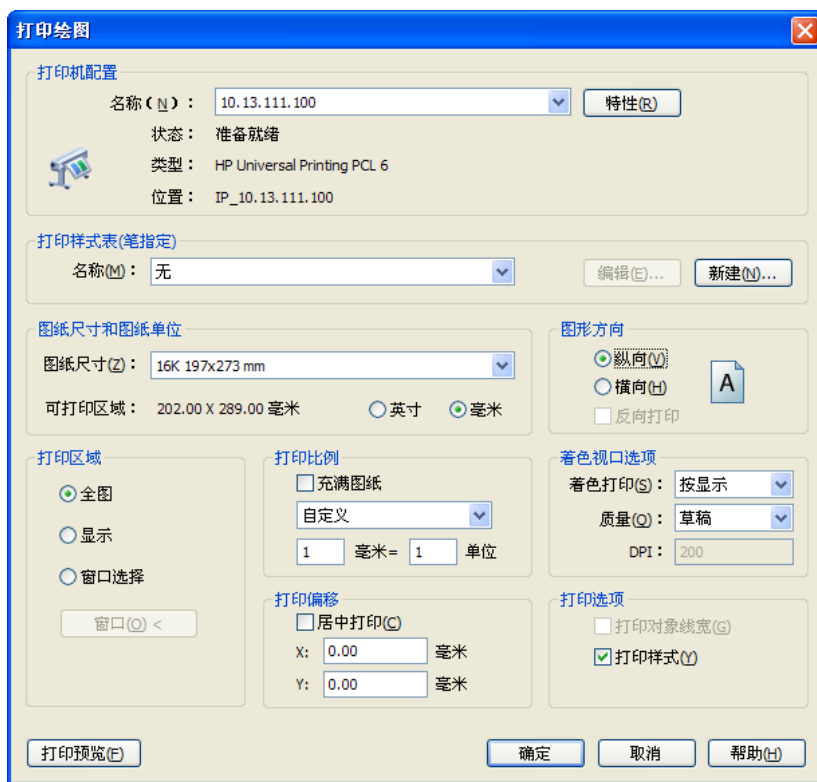

图 2-17 选择打印实体对话框
1. 选择 [文件] | [打印绘图]，弹出“选择打印实体”对话框，如图 2-17 所示；